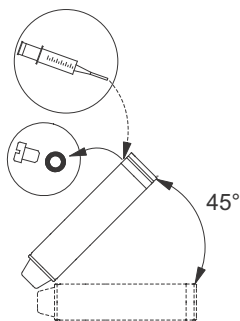

Fig. 4 Posición del motor durante el llenado (MS 6000C)
- Si el motor procede de stock, debe comprobarse el nivel de líquido antes de instalar el motor en la bomba. Consulte la fig. 4.
- Si se ha realizado alguna operación de mantenimiento, deberá comprobarse el nivel de líquido. Consulte la fig. 4.
1. Sitúe la bomba sumergible como se muestra en la fig. 4. Asegúrese de que el tapón de llenado se encuentre en el punto más alto del motor.
3. Inyecte líquido en el motor con la jeringuilla de llenado (fig. 4) hasta que se desborde por el orificio de llenado.